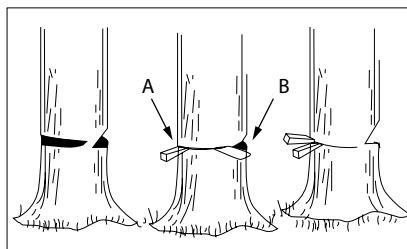

Fig. 16
Utilisez des coins en bois ou en plastique (A) pour empêcher le guide-chaîne ou la chaîne (B) de se coincer dans la tranche. Les coins contrôlent également l'abattage d'arbres (fig. 16).